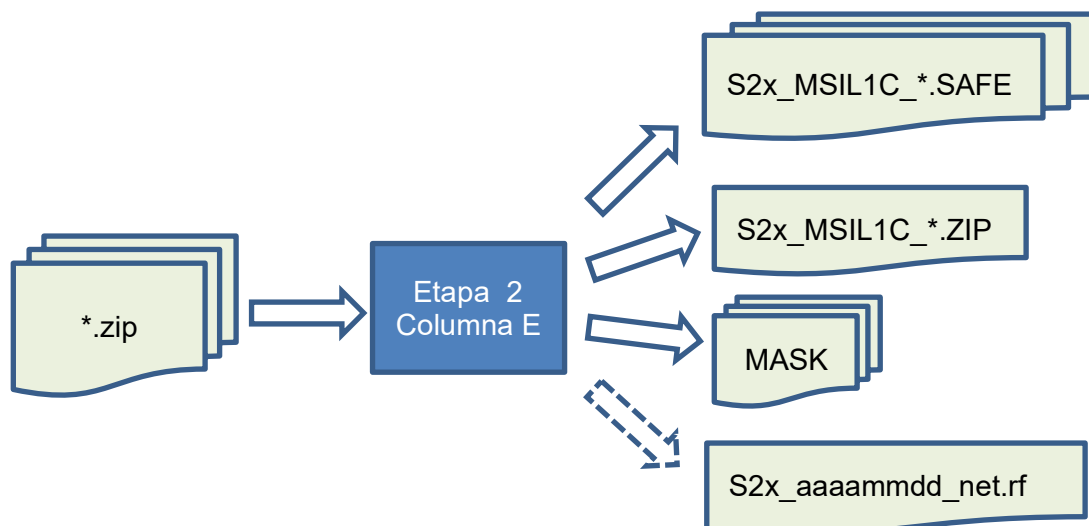

Figura 7. Flux de procés de l'Etapa 2(Generació de les màscares dels productes i mosaic L1C)
- 3) Per tal de poder reprendre el procés d'un segment a partir d'una certa etapa de procés cal tenir present de quins arxius cal disposar provinents d'etapes prèvies. Aquest arxius no són altra cosa que els inputs descrits al diagrames de flux la Figura 7 fins a 12: